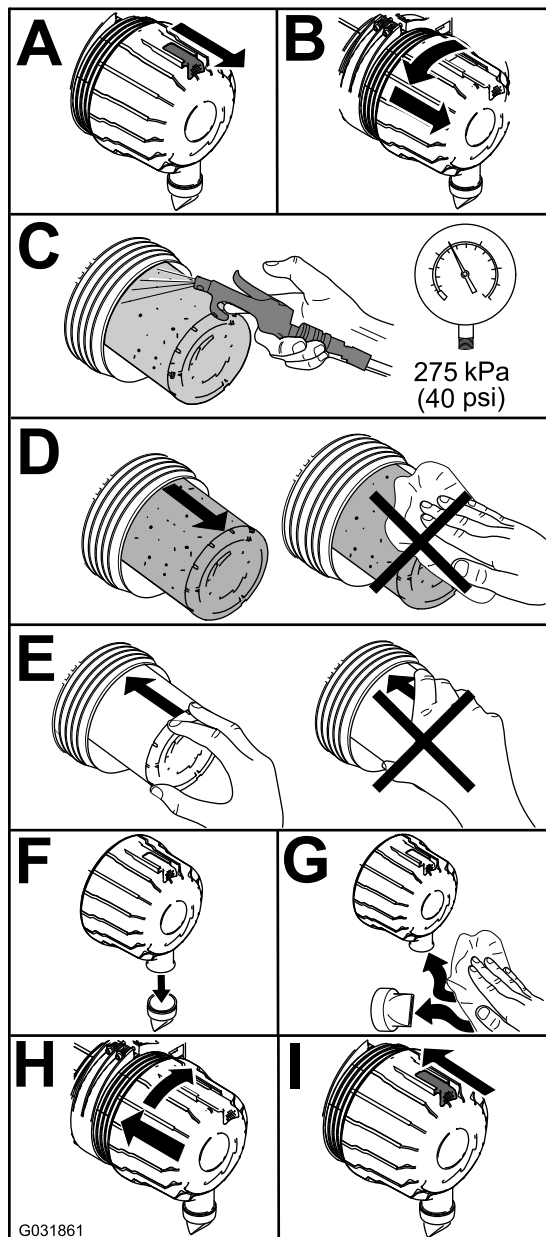

Figura 50
1. Cambie el limpiador de aire (Figura 50).